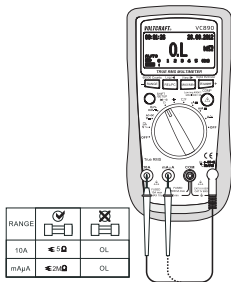

图 12
2. 将测试引线插入 $^{\circ}\text{C}/\text{Hz}/\text{V}/\Omega$ 插口 (7)。
3. 用测试棒接触待测试的电流测量插口 ((图 12)。